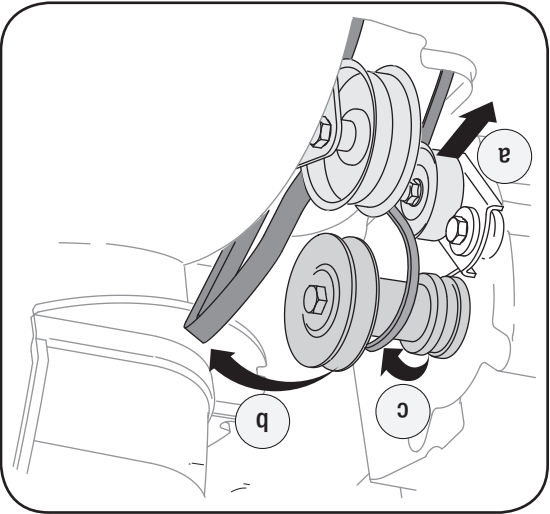

Figure 6-9
1. Retirez le couver-courroie en plastique sur le devant du moteur en enlevant les deux vis auto-taradeuses. Voir la Figure 6-9.